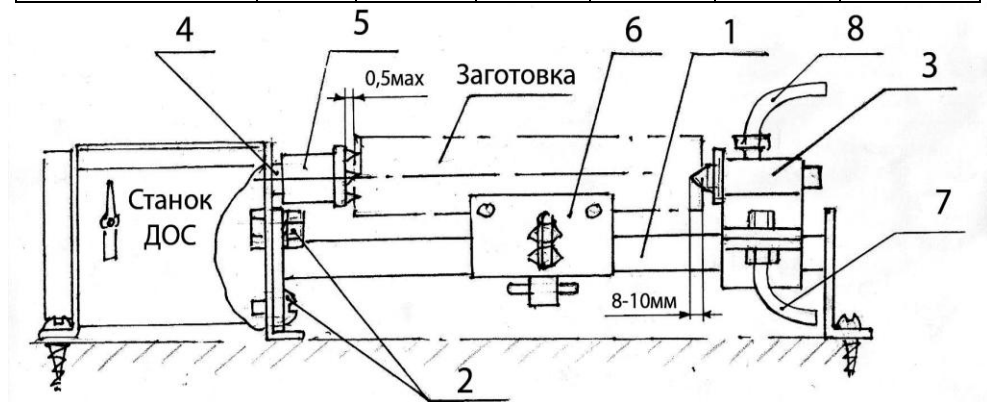
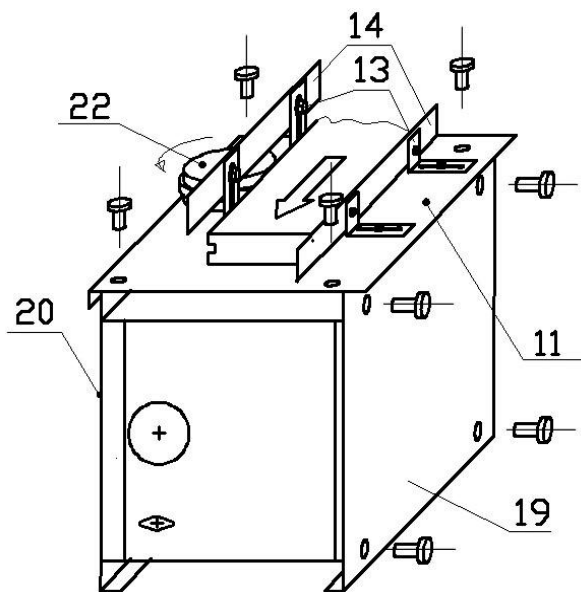
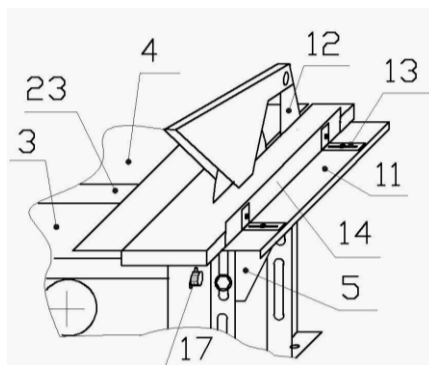

Рис.12.
Рис. 11
Рис. 8
4.7. Шлифование дисковое. (Рис.8)
- Установить пильный стол (11) с направляющей линейкой (14);
4.8. Токарные операции (см. Рис.12 и Инструкцию по установке токарной приставки ТП-5, ТП-6 к станкам типа ДОС).
Токарная обработка (рис.12) производится с помощью токарной приставки, устанавливаемой с правой стороны станка, вертикальное фрезерование (рис.11) – при установке станка на левый бок с помощью двух оснований корпуса (19) и (20), устанавливаемых снизу и сверху станка.
4.6. Фрезерование вертикальное. (Рис.11). (все модификации Ф)